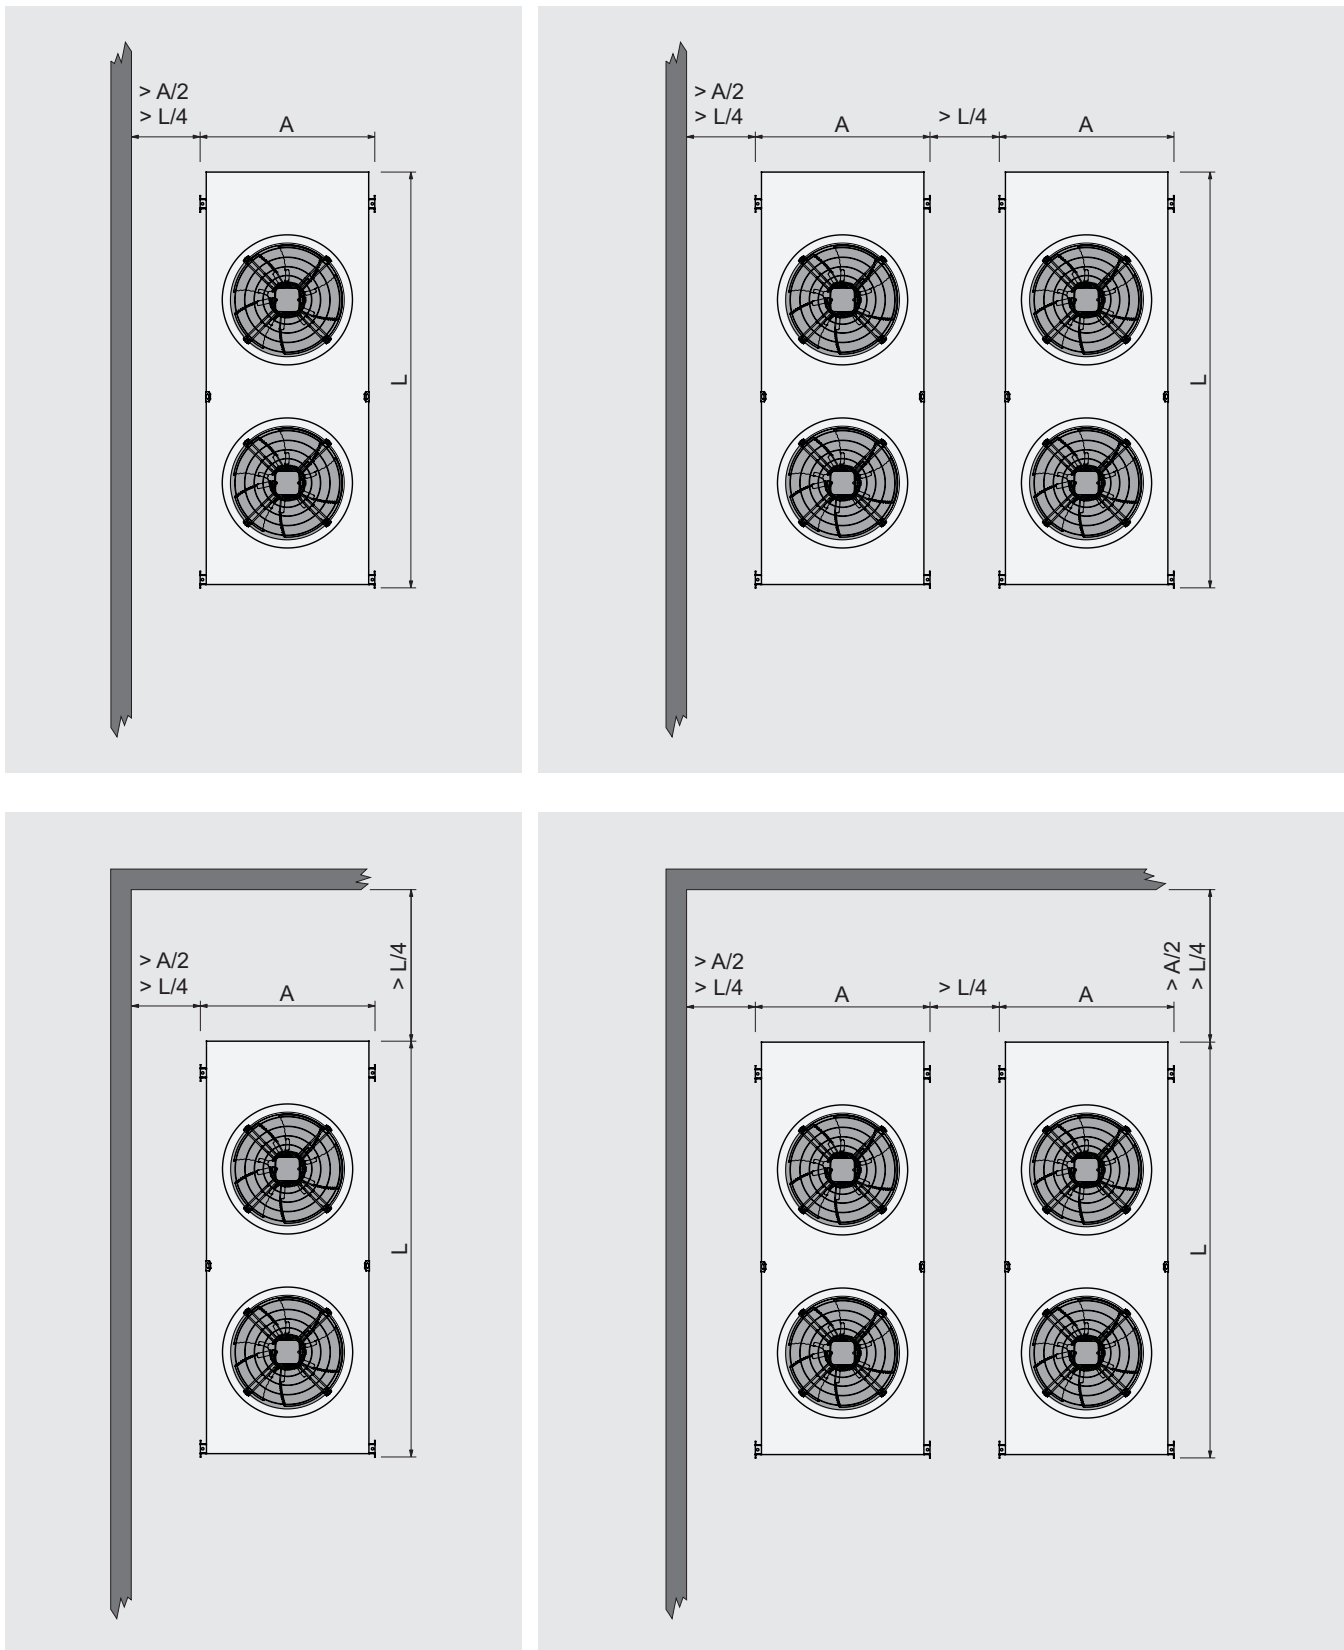

Figura 7
6.8 Per uno o più modelli si veda la Figura 7.